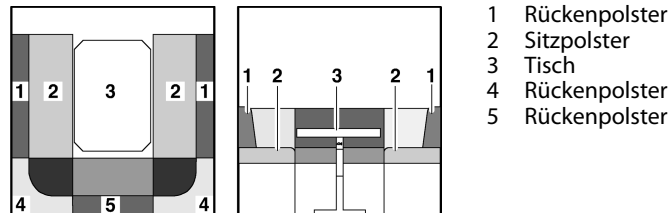

Bild 68 Vor dem Umbau
- Tisch (Bild 68,3) zum Bettunterbau umbauen (siehe Abschnitt 7.7).